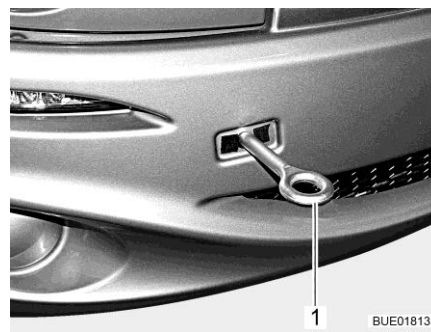

Fig. 48 Occhione di traino, installato
- Montare l'occhione di traino (Fig. 48,1) come indicato nel manuale di funzionamento del veicolo di base.